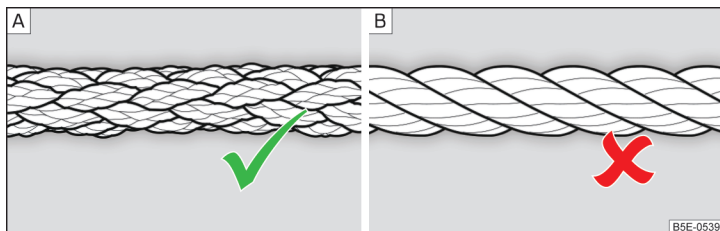

Fig. 345 Cablul de tractare împletit/cablul de tractare înfășurat
Pentru tractarea cu ajutorul unui cablu se va utiliza numai un cablu de tractare din fibre sintetice, împletit » fig. 345 - [A] » **I**.
- La tractare nu utilizați cablu de tractare înfășurat » fig. 345 - [B], cârligul de tractare s-ar putea desface la autovehicul - există pericol de accident.